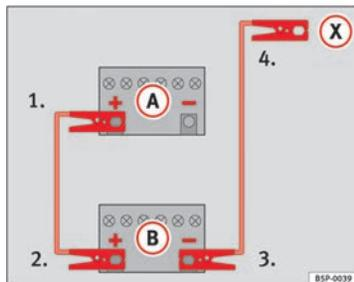
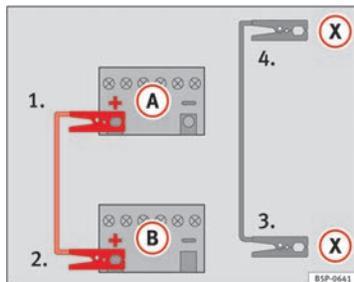

Fig. 204 Esquema de ligação para veículos sem sistema Start/Stop.
Fig. 205 Esquema de ligação para veículos com sistema Start/Stop.
- Ligue uma extremidade do cabo auxiliar de arranque *vermelho* ao pólo positivo (+) do veículo com a bateria descarregada (A) ⇒ Fig. 204.
- Ligue a outra extremidade do cabo *vermelho* de emergência ao pólo positivo (+) do veículo que fornece a corrente (B).
- Ligue uma extremidade do cabo auxiliar de arranque *preto* ao pólo negativo (-) do veículo que fornece a corrente (B) ⇒ Fig. 204.
- Ligue a outra extremidade do cabo *preto* de emergência (X), no veículo com a bateria descarregada, a uma peça de metal maciça que esteja aparafusada ao bloco do motor ou ao próprio bloco do motor, mas o mais afastado possível da bateria (A).
- Ligue uma extremidade do cabo auxiliar de arranque *vermelho* ao pólo positivo (+) do veículo com a bateria descarregada (A) ⇒ Fig. 205.
- Ligue uma extremidade do cabo auxiliar de arranque *preto* (X) a um terminal de massa adequado, a uma peça de metal maciça que esteja aparafusada ao bloco do motor, ou ao próprio bloco do motor ⇒ Fig. 205.
- Ligue a outra extremidade do cabo *preto* de emergência (X), no veículo com a bateria descarregada, a uma peça de metal maciça que esteja aparafusada ao bloco do motor ou ao próprio bloco do motor, mas o mais afastado possível da bateria (A). ▶